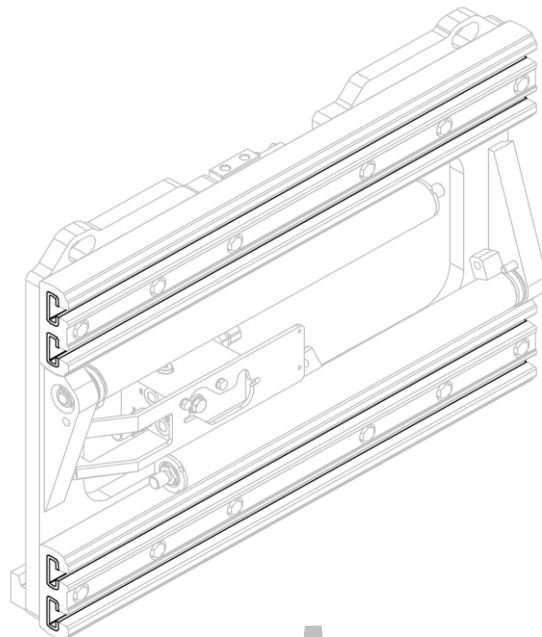
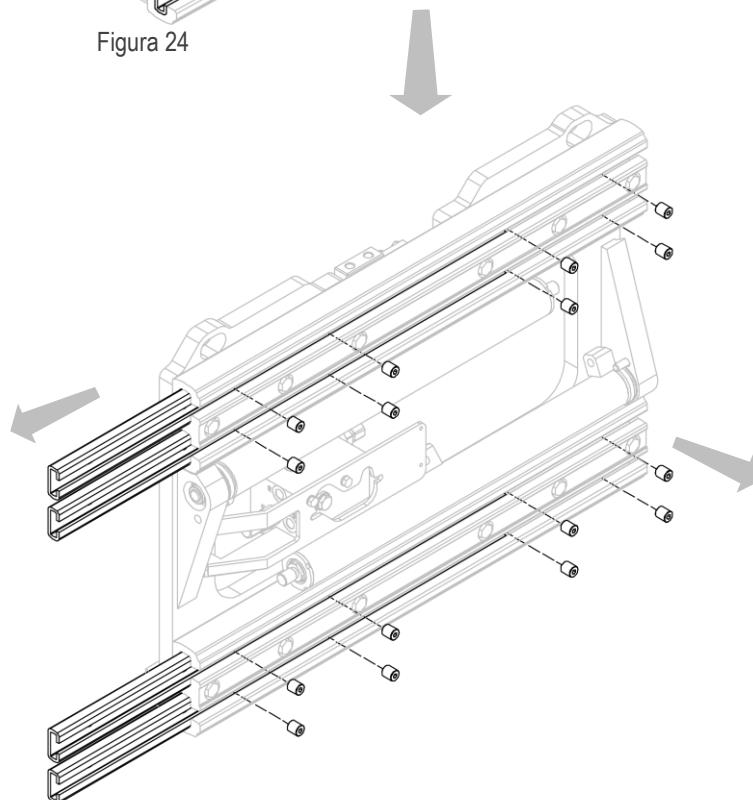

Figura 24
Figura 25
3. Remover las deslizaderas de nailon despues de desenroscar los tornillos (mira *Figura 24* e *Figura 25*).